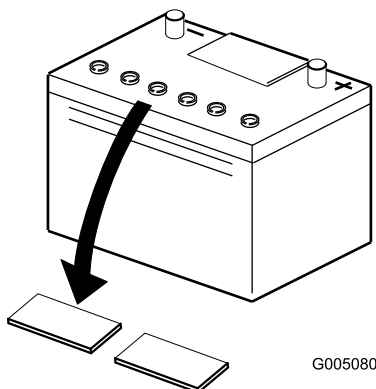

Bild 4
2. Reinigen Sie die Oberseite des Akkus und nehmen Sie die Entlüftungsdeckel ab (Bild 4).